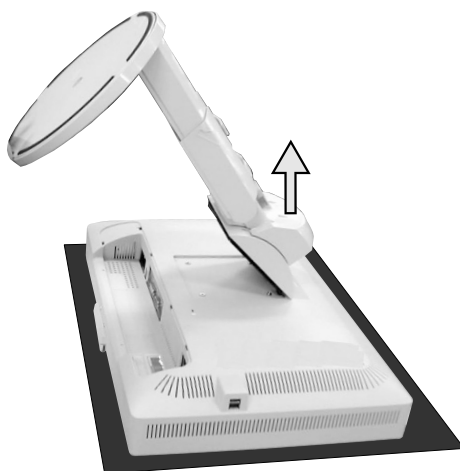

Figura S.4
5. Retire el soporte (**figura S.4**).